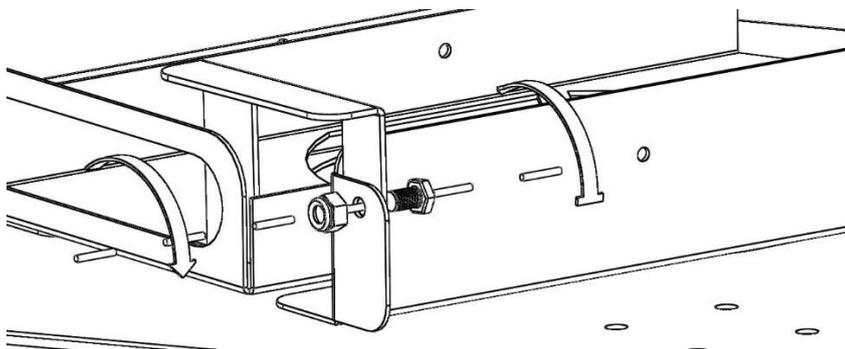

Fig. 2.7
En utilisant les vis M6 et des écrous auto-bloquants (NM6S) vis patte de verrouillage (ZB) du fauteuil roulant à l'élément chauffant de plancher (PO) comme le montre la figure 2.7.